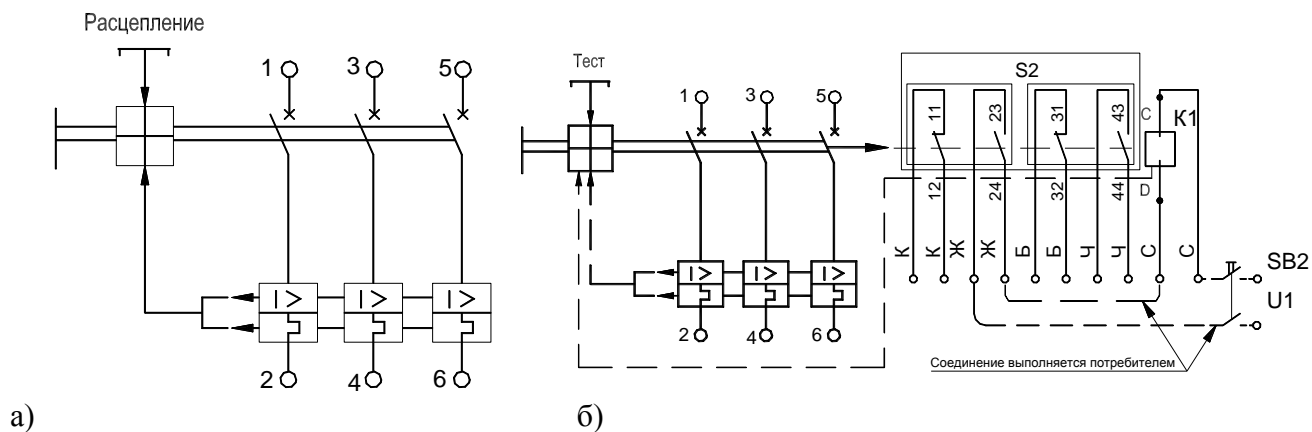

Рисунок 8. Принципиальные электрические схемы:
Подсоединить выводы дополнительных сборочных единиц в соответствии со схемами (рисунок 8).
- закрепить выключатель с адаптером на DIN рейку и подключить проводники главной цепи и выводы дополнительных сборочных единиц в соответствии со схемой (рисунок 8).